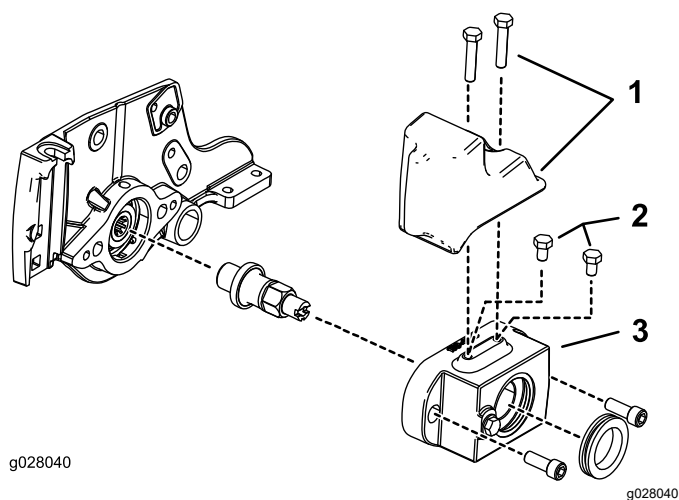

图 5
- 12.7cm 液压滚刀马达将 2 个 5/16-18 x $\frac{1}{2}$ 英寸螺栓安装在滚筒刷架上 图 5。
- 12.7cm 电动滚刀马达用 2 个 5/16-18 x $1\frac{1}{2}$ 英寸螺栓将端部配重块套件安装在滚筒刷架上请参阅 图 5。